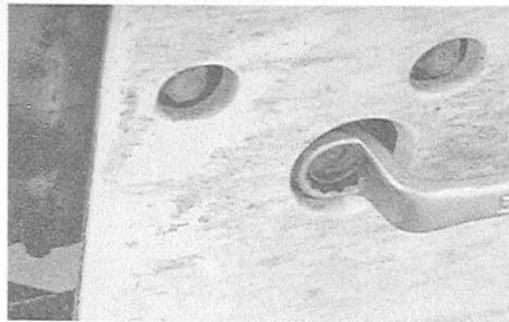

Bild 30
- Ölablass-Schraube (Bild 30) und Einfüllverschluss (Bild 29) ausdrehen.